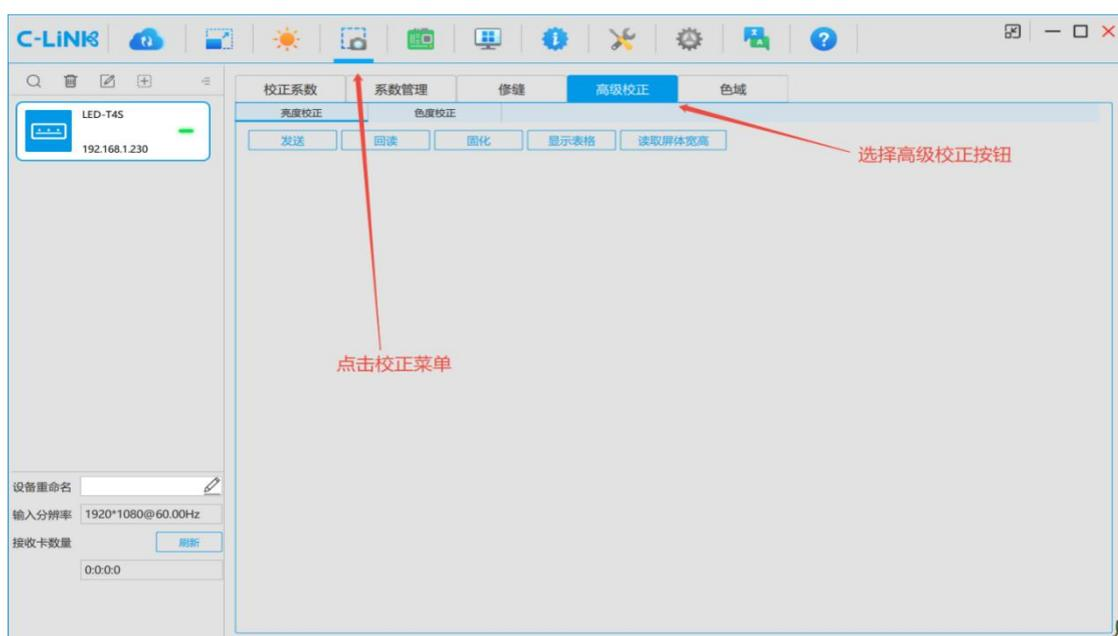

图 10-9 高级校正
- 步骤 1 在“校正”对话框中，选择“高级校正”页签，如图 10-9。